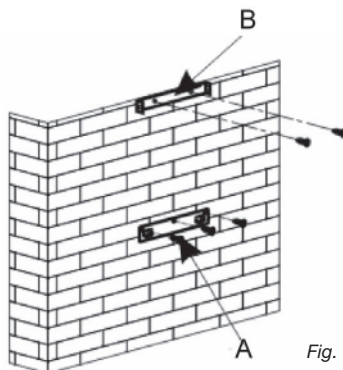

Fig. 1
(fig. 1)
- Tracez sur le mur les 3 trous que vous devez percer en utilisant le crochet de suspension de la hotte fourni et en respectant la distance conseillée (pièce A fig. 1).
- Fixez le support de fixation de la hotte en veillant à ce qu'il soit parfaitement de niveau (pièce A fig. 1).
— Calculez la hauteur finale pour fixer l'étrier en U de support de la cheminée (pièce B fig. 1).
— Percez les 2 trous de 8mm et fixez l'étrier de support de la cheminée en faisant attention qu'il soit bien dans l'axe de la hotte (pièce B fig. 1).